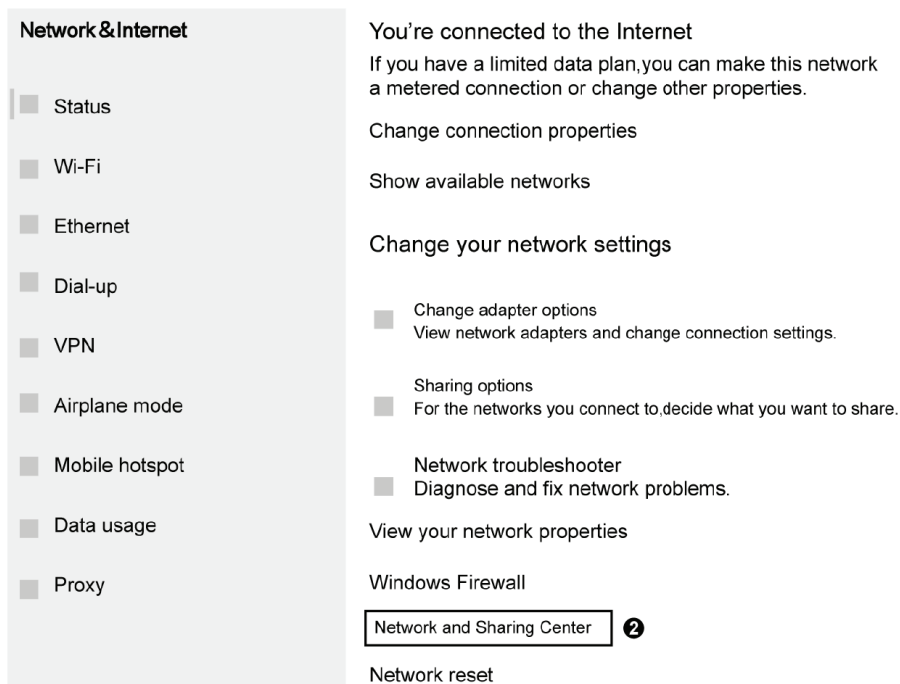

Рис. 9.2 Центр управления сетями и общим доступом
3. Левым щелчком выберите «Сети и общий доступ». См. рис. 9.2 ниже.